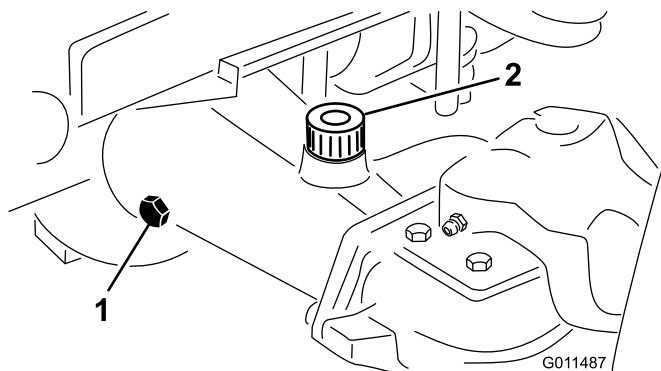

Bild 15
2. Entfernen Sie die Prüfschraube aus einem Ende der Achse (Bild 15) und stellen sicher, dass der Schmierstoff die Unterseite des Lochs erreicht. Entfernen Sie bei niedrigem Ölstand die Füllschraube (Bild 15) und füllen genug Öl ein, um den Stand bis an die Unterseite der Prüfschraubenöffnungen anzuheben.